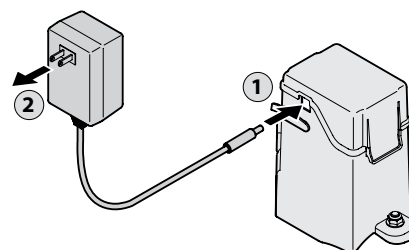

Figure 4-9
1. Enlevez le couvercle de la batterie et branchez le connecteur mâle dans le connecteur femelle situé sur le côté du boîtier de la batterie. Voir Figure 4-9.